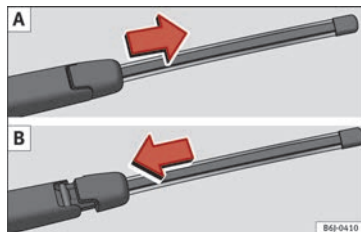

Fig. 172 Estrarre e posizionare la spazzola del tergilunotto.
- Scorrere l'adattatore della spazzola nella direzione della freccia e rimuovere la spazzola » **fig. 172 A.**
- Posizionare la spazzola come indicato nella figura » **fig. 172 B** e scorrere l'adattatore fino a quando non si incastra.